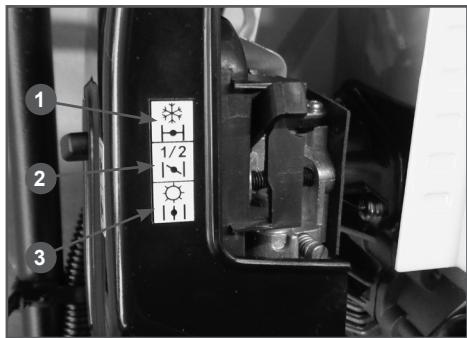

Рис. 6 Рычаг воздушной заслонки
4. Закройте воздушную заслонку. Для этого рычаг заслонки переведите в положение 1 (Рис. 6).
8. После запуска переведите двигатель в режим холостого хода. Для этого освободите фиксатор курка газа (D) быстро нажав и отпустив курок газа. Прогрейте двигатель в течение около 30 секунд (рычаг воздушной заслонки при этом находится в положении 2 (Рис. 6)), затем прогрейте двигатель в течение еще около одной минуты (рычаг воздушной заслонки находится в положении 3 (Рис. 6)).
В зависимости от температуры окружающей среды время прогрева двигателя может меняться. Определить, что двигатель прогрелся, можно по следующим признакам: двигатель устойчиво работает на холостых оборотах при полностью открытой воздушной заслонке (рычаг воздушной заслонки находится в положении 3(Рис.6)) и, при нажатии на курок газа, двигатель резко набирает обороты без провалов.